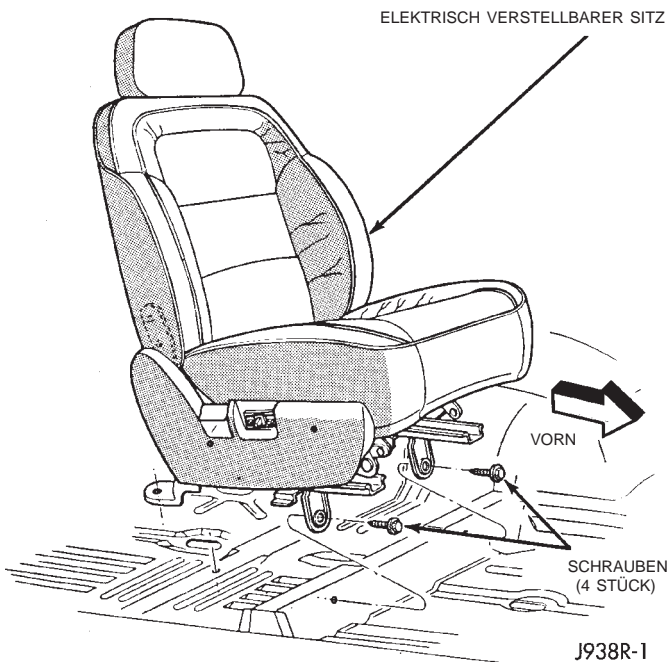

Abb. 4 Elektrisch verstellbare Sitze aus- und einbauen - Typisch
(1) Den Sitz möglichst ganz nach vorne bringen.
(2) Die einzelne Schraube lösen, mit der die beiden hinteren Sitzschienenabdeckungen hinten an den Sitzschienen befestigt sind, und Abdeckungen abnehmen.
(3) Die einzelne Schraube lösen, mit der die Sitzschienen hinten an der Bodenwanne befestigt sind.
(4) Den Sitz möglichst ganz nach hinten bringen.
(5) Batterie-Minuskabel abklemmen und elektrisch isolieren.
(6) Die einzelne Schraube lösen, mit der die Sitzschienen vorn an der Bodenwanne befestigt sind (Abb. 4).